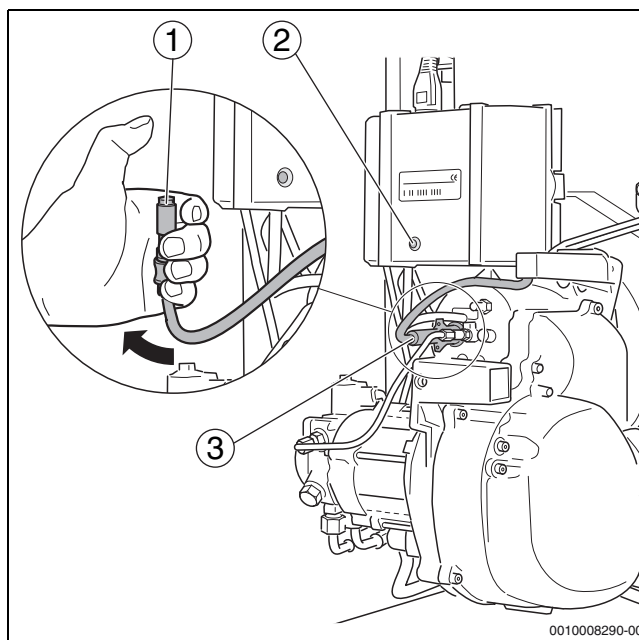

Bild 26 Flammenfühler auf Funktion prüfen
- ▶ Flammenfühler bei laufendem Brenner am vorgesehenen Griff aus der Halterung ziehen (→ Bild 26, [3])
- ▶ Flammenfühler mit dem Daumen abdecken (→ Bild 26, [1]). Es muss nach Wiederanlauf eine Störabschaltung erfolgen.
- ▶ Nach einer Wartezeit von ca. 30 Sekunden den Feuerungsautomat durch Drücken der Reset-Taste (→ Bild 26, [2]) entriegeln.